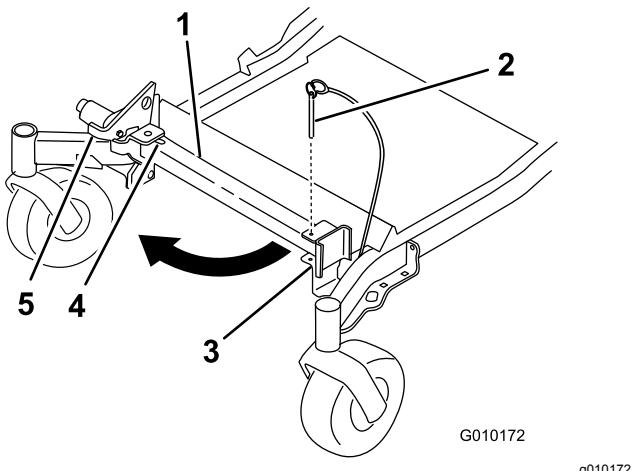
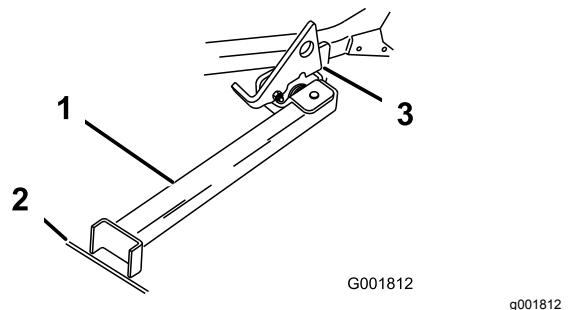

Figura 42
Figura 43
2. Retire o pino do suporte (Figura 42).
4. Rode o pé do apoio e deslize-o em direção à máquina, no fundo da ranhura (Figura 42 e Figura 43).
5. Coloque o pé do apoio no terreno e pouse o trinco na patilha rotativa (Figura 43).
- Nota:** Para obter melhores resultados, coloque o pé do apoio nos passeios ou na relva (Figura 43).
7. Conduza a máquina para o apoio. Pare quando o trinco passar pela patilha para posição bloqueada (Figura 43).
- 5. Coloque novamente o apoio na posição de descanso (Figura 42).